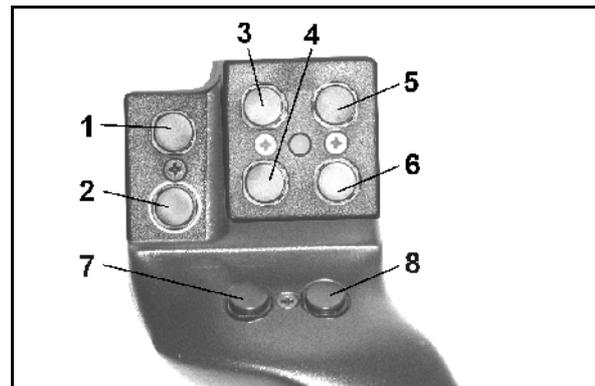
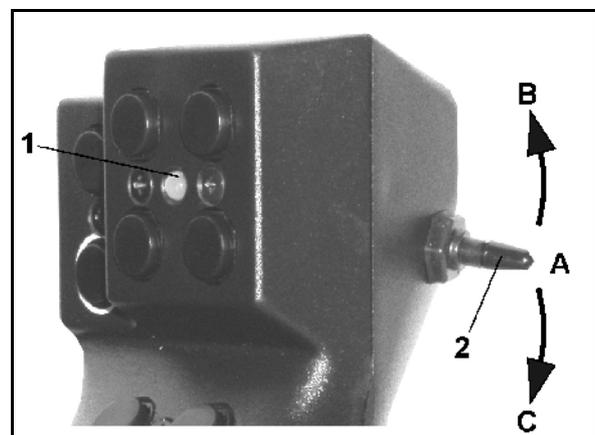

Fig. 75
Fig. 76
Zur Bedienung des **AMATRON⁺** hat der Multifunktionsgriff (Fig. 75) 8 Tasten (1 - 8) zur Verfügung. Weiterhin kann mittels Schalter (Fig. 76/2) die Belegung der Tasten 3-fach verändert werden.
-  Mittelstellung (Fig. 76/A) und kann nach
-  oben (Fig. 76/B) oder
-  unten (Fig. 76/C) betätigt werden.
Die Stellung des Schalters wird durch eine LED-Leuchte (Fig. 76/1) angezeigt.